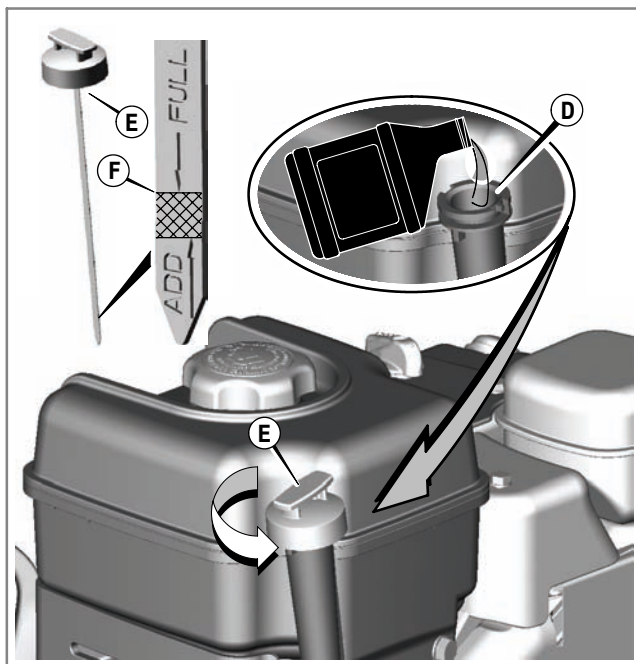

Figure 19
1. Sortir la jauge (E, Figure 19) et la nettoyer avec un chiffon propre.
2. Verser lentement l'huile dans l'orifice de remplissage (D). **Ne pas trop remplir.** Après avoir fait le plein, attendre une minute et revérifier le niveau d'huile.
4. Retirer la jauge et vérifier le niveau d'huile. Le niveau doit être sur la marque FULL (F) de la jauge.